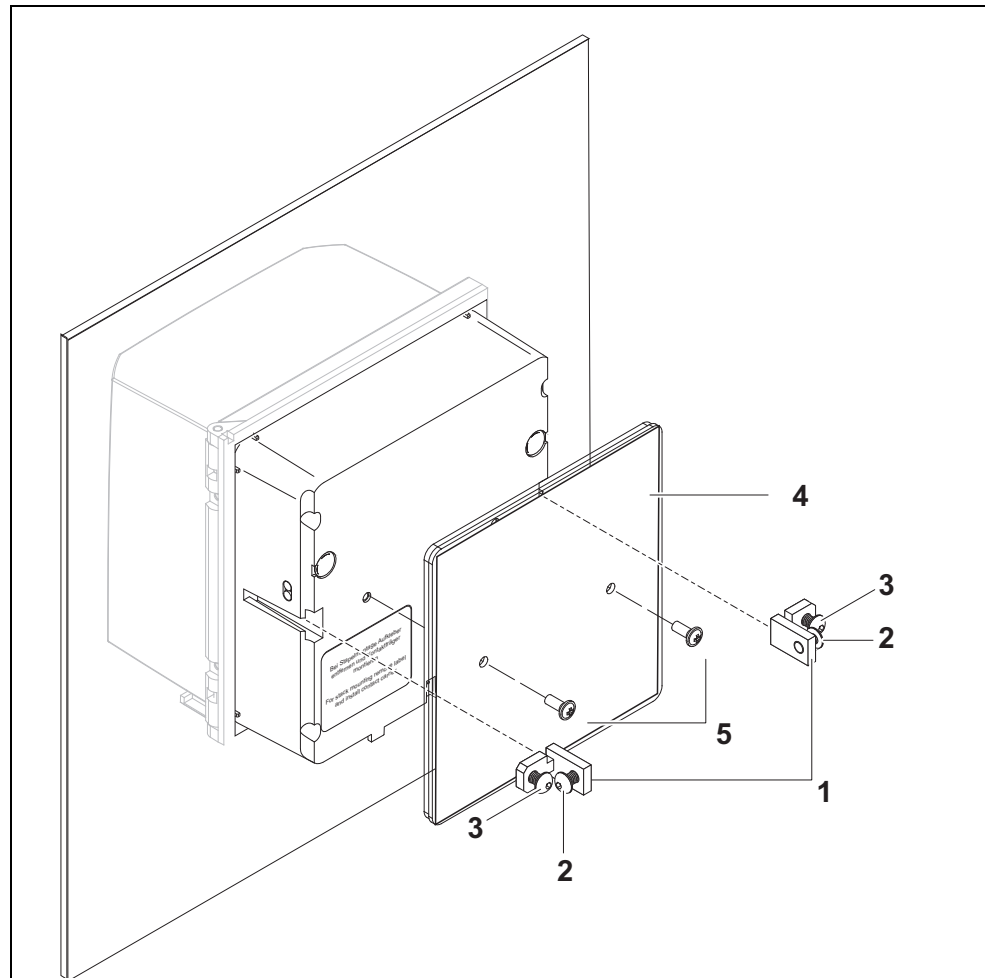

fig. 3-11 Montage du DIQ/S 28X fig. 3-11
- 2 Sur les deux équerres (pos. 1 fig. 3-11), dévisser un peu les vis (pos. 2 et 3) mais sans les déposer.
- 3 Insérer les deux équerres - comme indiqué sur la fig. 3-11 - dans les guidages latéraux du transmetteur universel, jusqu'en butée.
- 4 Serrer les vis (pos. 2).
- 5 Visser les vis (pos. 3) jusqu'à ce que la vis repose fermement sur le tableau de commande.
- 6 Fixer la plaque de protection contre les chocs (pos. 4) au dos du DIQ/S 28X avec les vis (pos. 5).